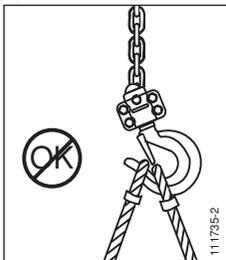

Afb. 1
De bravo™-takel is geleverd, uitgerust met een hijsketting (tek. 1, afb. 1) met een standaardhoogte van 1.50 m. De hijsketting van de modellen 0.5 tot 3 t bestaat uit één enkele draad met aan het uiteinde een hijshaak (tek. 2, afb. 1). De hefketting (tek. 1 afb. 1) van model 6 t bestaat uit twee draden en een haak met hijsblok (tek. 3, afb. 1). De hefketting (tek. 1, afb. 1) van model 9 t bestaat uit 3 draden en een haak met hijsblok (tek. 3, afb. 1).
Het vrije uiteinde van de ketting is uitgerust met een lage eindaanslag (tek. 4, afb. 1).
ophanghaak opgehangen is (tek. 5, afb. 1) en of de veiligheidspal van de haak (tek. 6, afb. 1) goed gesloten is (zie afb. 2 en 3).
De bravo™-takel wordt bediend met een hefboom (tek. 7, afb. 1), ingeschakeld door de operator door een heen-en-weer beweging om de last te hijsen, te doen dalen, te trekken of op te spannen.
2. Plaats de hendel van de keuzeknop (tek. 8, afb. 1) van de beweging in de neutrale positie "0".
3. Draai het lastwiel (tek. 9, afb. 1), zonder dat er een last aan de takel hangt, tegen de wijzers van de klok in om de rem te openen; de ketting is nu ontkoppeld.